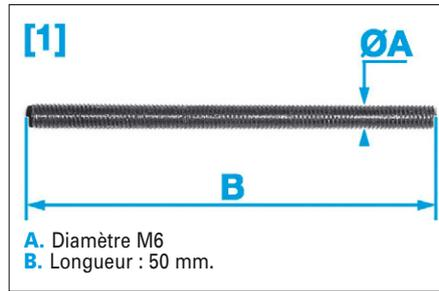

FIG. 32
- [1]. Piges de guidage (Fig.32).